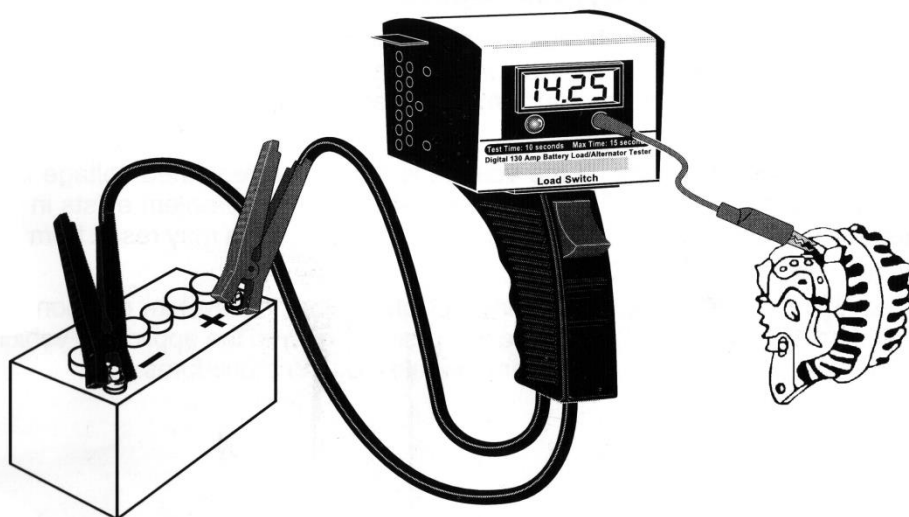

Рис. 7. Подключение к генератору
1. Подключите прибор к АКБ и генератору как показано на рис. 7: подключите черный зажим к отрицательному (-) контакту АКБ, подключите красный зажим к положительному (+) контакту АКБ, подключите диагностический провод одним концом к прибору а другим к положительному контакту генератора. На генераторах автомобилей GM подключите диагностический провод к контакту №1 без отсоединения генератора от бортовой сети автомобиля.